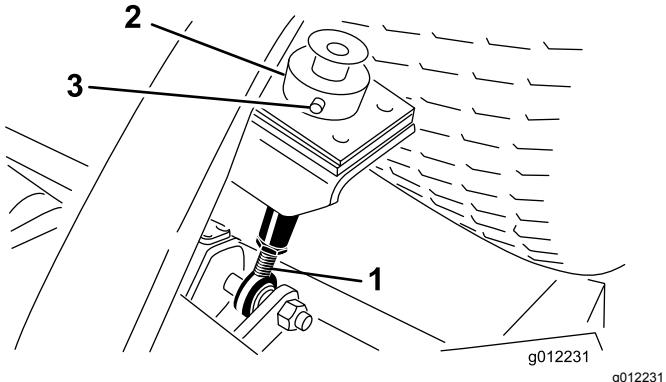
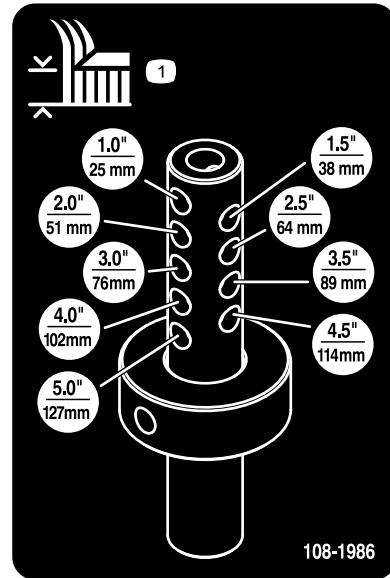

Figura 8
Figura 9
- Retire o perno de gancho e passador de forquilha que fixam o anel da altura de corte à barra de altura de corte na parte posterior da unidade de corte (Figura 8).
- Alinhe o anel de altura de corte nos orifícios de altura de corte desejados na vareta da altura de corte (Figura 8 e Figura 9).